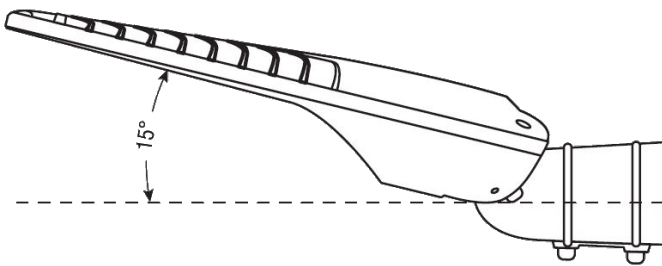
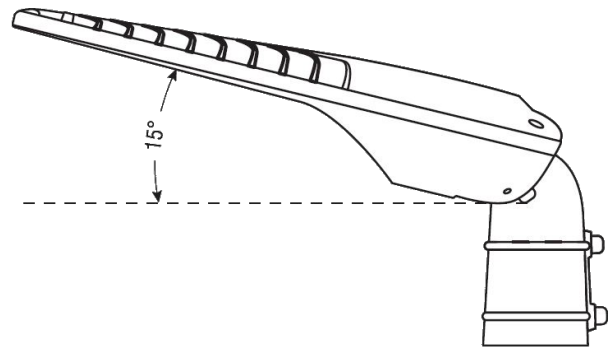

Рис. 2
Рис. 3
6.3.3 Выберите подходящий тип установки светильника: на наклонную (Рисунок 2) или на вертикальную опору (Рисунок 3).